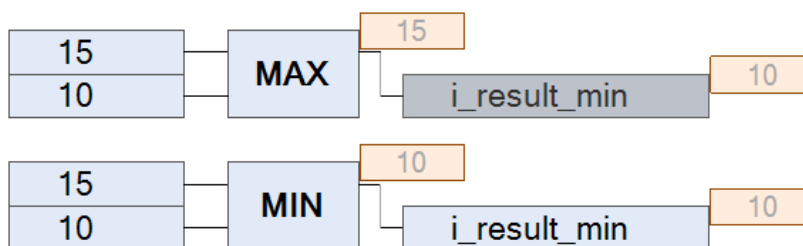

Рисунок 2.25 – Операторы выбора наименьшего и наибольшего значения
**Операторы выбора наибольшего и наименьшего значения.** Оператор выбора наибольшего значения (MAX) – оператор, который из приведённых значений выбирает наибольшее. В своей структуре имеет два входа и один выход (рис. 2.25).